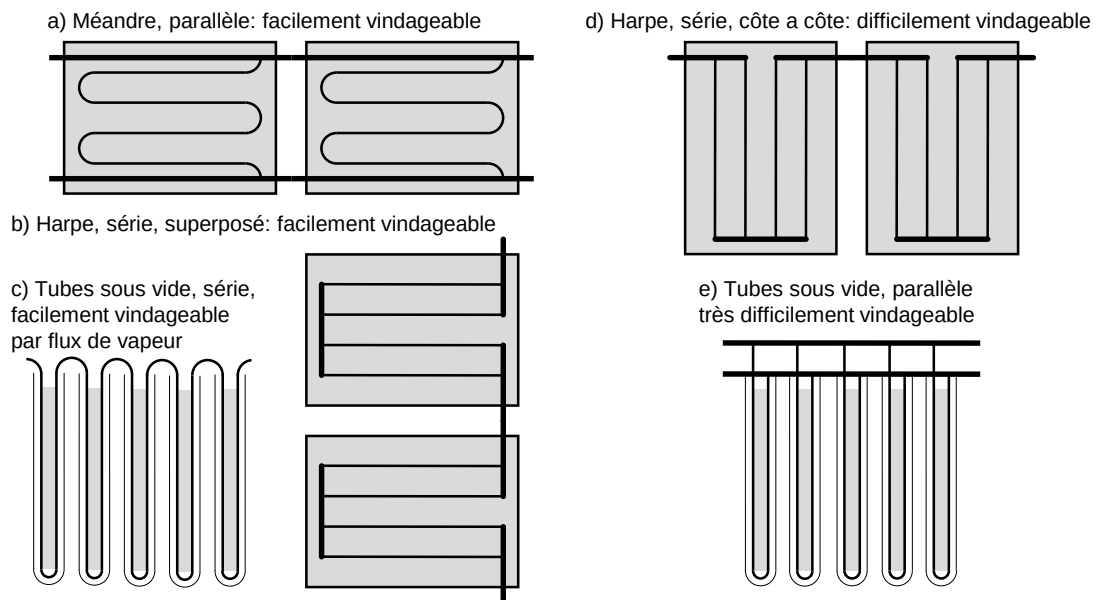

Figure 1 Vidange de différents champs de capteurs
- Comme l'illustre la figure 1, la vidange dépend du raccordement hydraulique des capteurs.